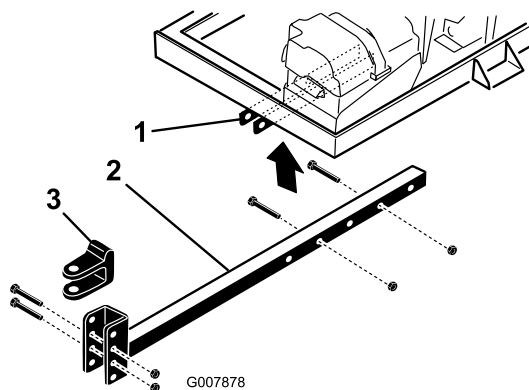

Figura 4
2. Introduzca la barra del enganche en los soportes del bastidor (Figura 4).
- Retire los pernos y las contratueras que sujetan la horquilla de enganche (Figura 4) a la barra de enganche.
- Retire los pernos y tuercas que sujetan la barra de enganche a los soportes del bastidor (Figura 4).